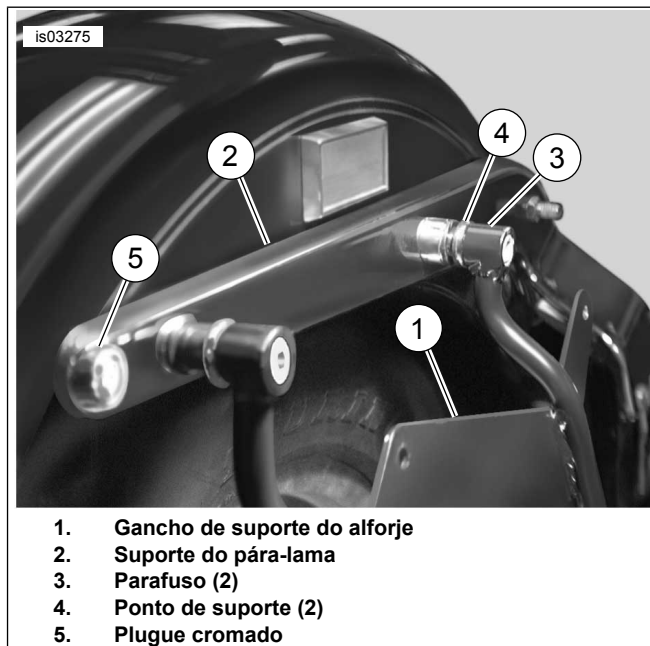

Figura 9. Instalação do gancho de suporte de alforje
1. Veja a Figura 9. Instale o gancho de suporte do alforje (1) no suporte do pára-lama (2) e no pára-lama usando dois parafusos (3) e a chapa com pinos originais.
3. Se estiver usando ferragens de suporte, instale pontos de suporte (4) entre o suporte do pára-lama e o gancho de suporte do alforje.
4. Empurre o plugue cromado (5) do kit de fiação dentro do furo para cobrir o local do pisca-pisca original.